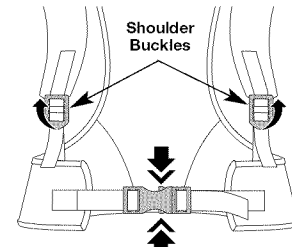

Fig. 17
- Levante en la lengüeta inferior de las hebillas del hombro para aflojar las correas de hombro (Fig. 17).
- Exprima la tapa y la parte inferior del clip de la cintura para lanzar y para quitar la unidad (Fig. 17).